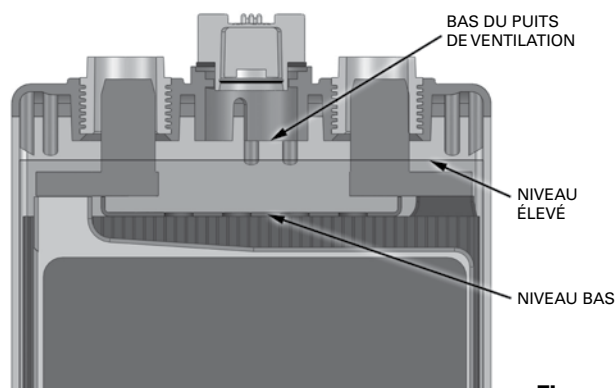

Figure 4
- Un pistolet de remplissage de batteries approuvé par HAWKER^{MD} est un outil pratique et juste qui vous aide à faire le remplissage, car il remplit jusqu'à une hauteur présélectionnée et s'éteint automatiquement ensuite. Toutefois, un grand soin doit être apporté lors de l'ajustement du pistolet pour qu'il puisse remplir les cellules jusqu'aux niveaux selon la **figure 4**, à la page suivante.
- L'eau ne doit être ajoutée à la batterie que lorsque cette dernière est près de la fin de sa charge et de l'émission de gaz. Puisque l'électrolyte est à son niveau maximal ce faisant, il est sûr que le niveau établi par l'ajout d'eau ne sera pas dépassé à un autre moment et que le débordement de l'électrolyte (inondation) ne se produira jamais. Lorsque le remplissage près de la fin ou à la fin de la charge est effectué, assez d'eau doit être ajoutée pour amener le niveau d'électrolyte entre ses limites supérieures. Voir **Figure 4** pour obtenir des détails.
Figure 4 : Esquisse montrant les limites supérieure et inférieure admissibles du niveau d'électrolyte. Le marqueur de niveau élevé indique un niveau adéquat immédiatement après la charge. Le marqueur de niveau bas indique qu'un remplissage est immédiatement requis après la charge. La ligne du niveau élevé est 1/4 po sous le bas du puits de ventilation.